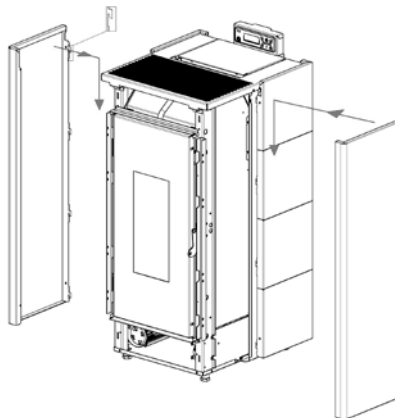

Fig. 38 - Die Platten einhaken
- Die farbigen Platten einsetzen: Die vordere Seite unter den Führungen am Ofen zusammenstecken, dann hinten über die Zähne einhaken (siehe **Fig. 38**).